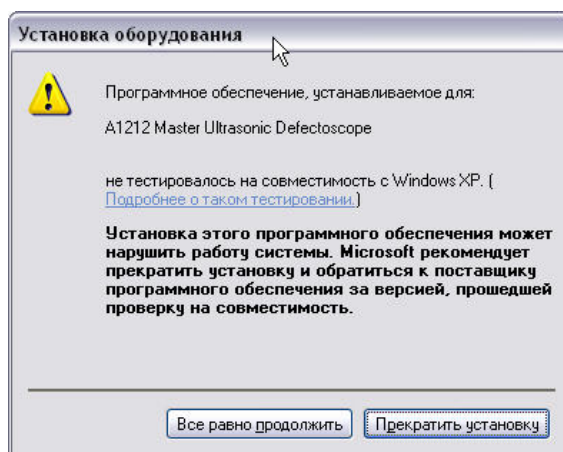

Рисунок 2
- В процессе установки появится предупреждающее окно (рисунок 2).